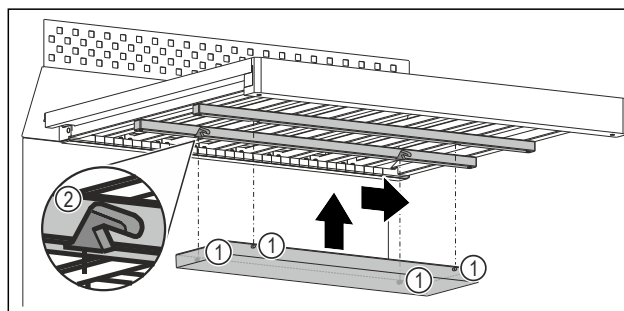

Fig. 97 Simbolična slika
- Vsak čep Fig. 97 (1) potisnite v ustrezno odprtino Fig. 97 (2) na letvah pod leseno rešetko.